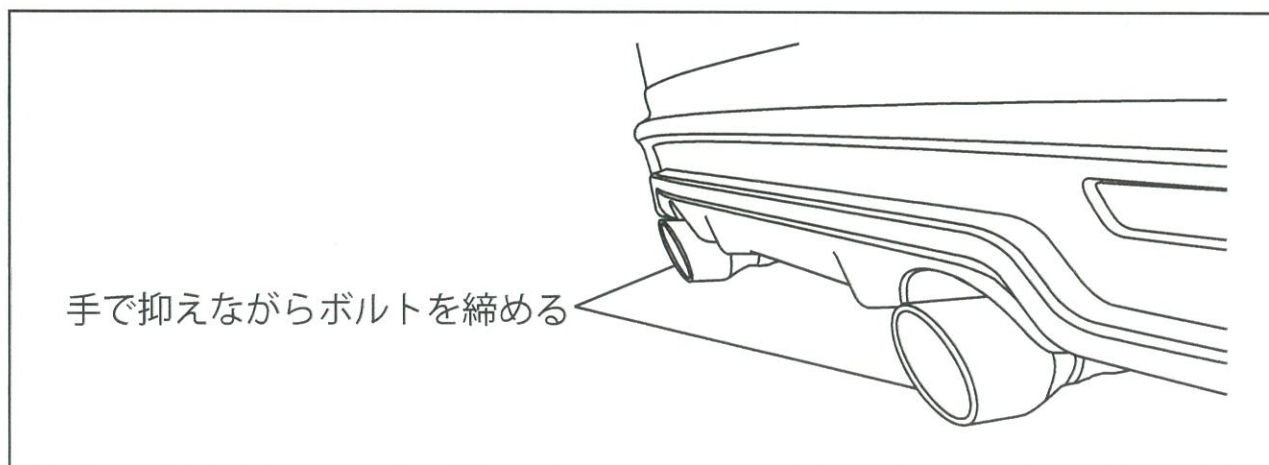

図2
- ③ テールパイプの位置がずれない様一人が手で抑えながらもう一人がフレキシブルボルトを規定トルクで締める。 ⇒図2